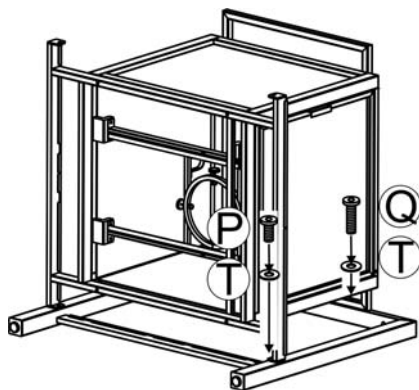

Figura 5
4. Fije el soporte conector superior e inferior a una pata de mesa usando un perno y perno de 1/4 pulgada x 20 mm como se muestra en la Figura 5. Añadir una arandela de Ø6.5x1.0 mm a cada perno. Apriete a mano únicamente. Repita en el lado opuesto.